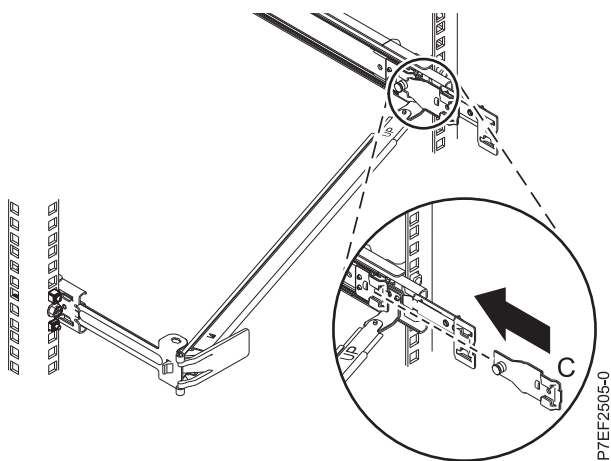

Figura 14. Instalación de la abrazadera de montaje en el riel deslizante
6. Conecte la pieza de sujeción de tope de portacables (B) a la ranura en la parte interior del lado izquierdo deslizando la pieza de sujeción de tope (B) en el riel deslizante hasta que el pestillo accionado por resorte quede fijado. Para obtener detalles, consulte Figura 14.